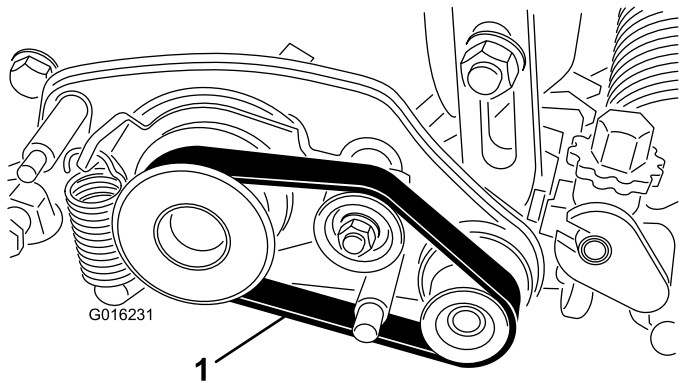

Figura 2
2. Remova a correia da polia da transmissão, polia intermédia e polia acionada (Figura 2).